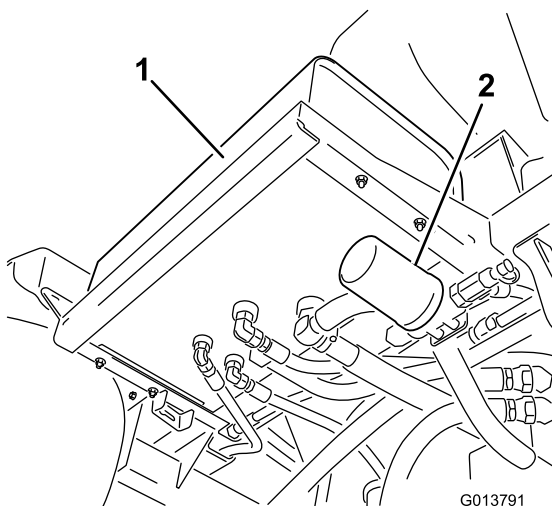
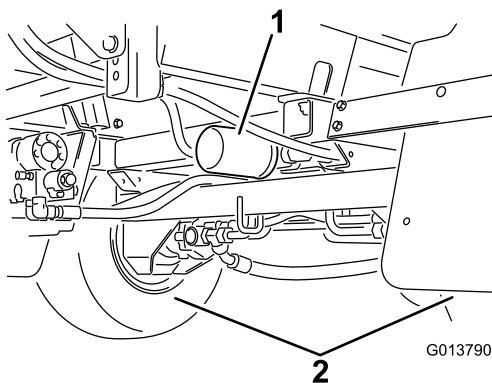

Рисунок 106
Рисунок 107
2. Найдите два гидравлических фильтра на машине (Рисунок 106 и Рисунок 107).